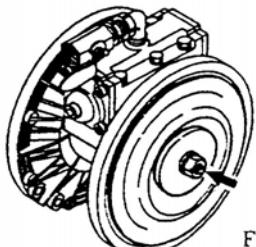

Fig.5.2
- De moeren aan beide einden van de middenas losmaken. [Fig. 5.2]